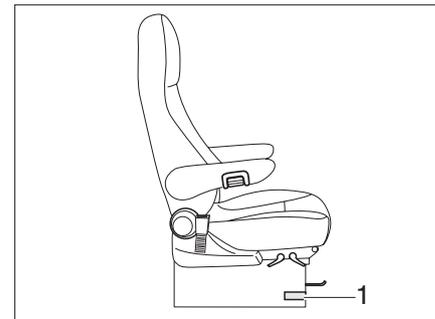

Fig. 38 Siège conducteur et siège passager
- ▶ Appuyer sur le levier (Fig. 38,1) ou le tirer pour faire pivoter le siège. Le siège est libéré du dispositif de blocage.